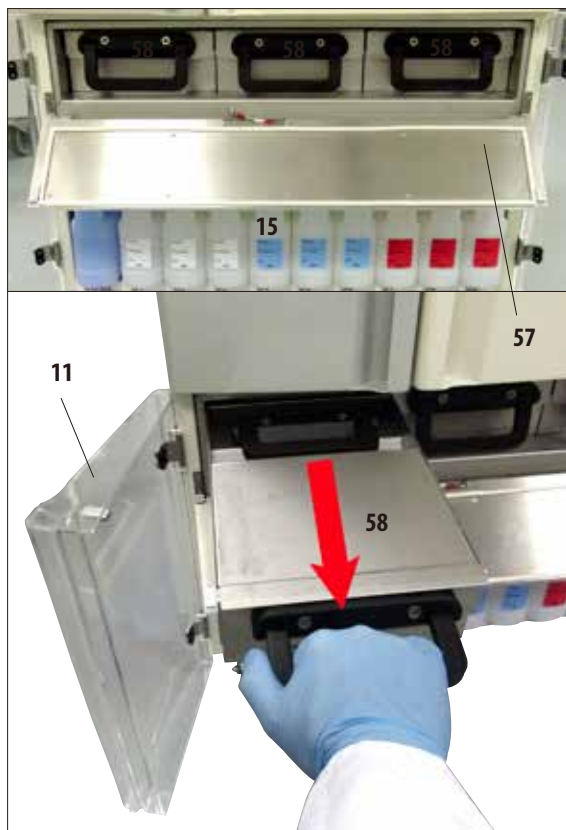

Рис. 41
- Прибор содержит три подогреваемые парафиновые ванны (58) максимальной вместимостью 4,9 л жидкого парафина каждая.
- Они находятся под крышкой (57) над отсеком для реактивов с системными ёмкостями (15). Чтобы открыть доступ к крышке, необходимо открыть обе нижние двери из оргстекла (11, 12).
- Парафиновые ванны можно по отдельности выдвигать для наполнения (рис. 41) и извлекать из отсека для очистки.